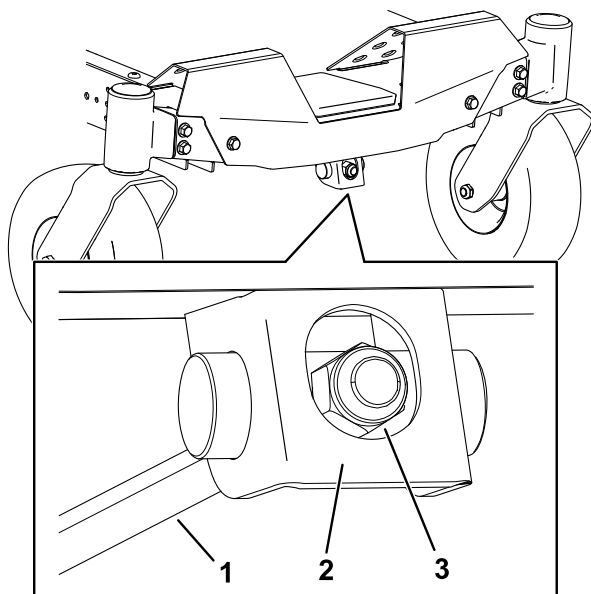

Figura 71
1. Rode a porca de ajuste na frente do cortador (Figura 71).